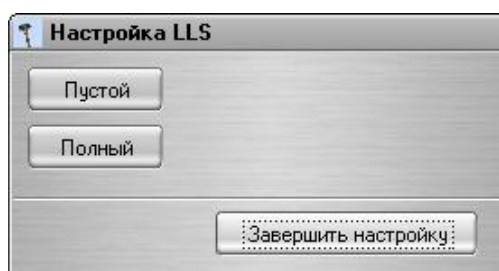
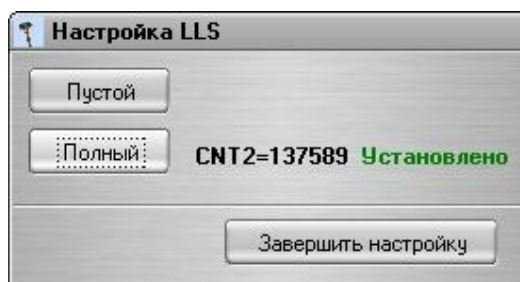
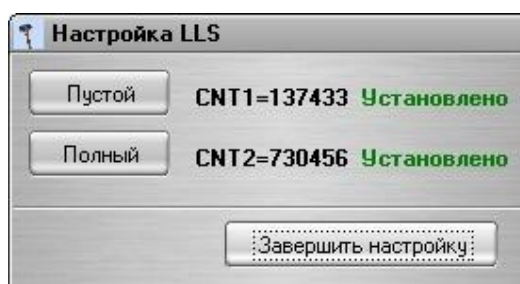

Рисунок 15
Рисунок 16
Рисунок 17
- 4) В окне программы (Рисунок 15) нажать кнопку «Полный». Напротив кнопки «Полный» появится надпись «Установлено» (Рисунок 16).
- 6) В окне программы (Рисунок 16) нажать кнопку «Пустой». Напротив кнопки «Пустой» появится надпись «Установлено» (Рисунок 17).